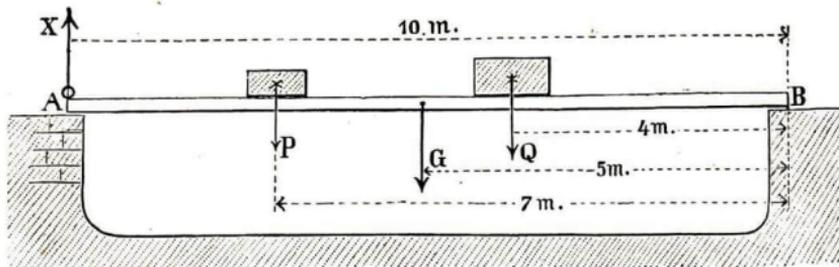

Abb. 85. Den Auflagerdruck in A zu bestimmen
4. In Abb. 85 sei AB ein Träger von 10 m Länge und 200 kg Gewicht, 3 m von A entfernt liegt darauf die Last $P = 120$ kg; 4 m von B entfernt die Last $Q = 280$ kg. Man bestimme, welche Kraft x nötig ist, um den Balken bei A aufzuheben. [Lösung: $x \cdot 10 = P \cdot 7 + Q \cdot 5 + G \cdot 4$.]